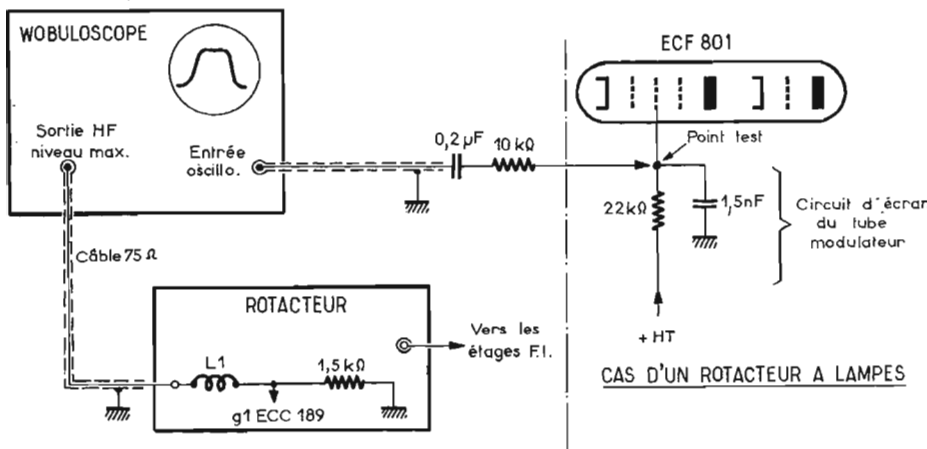

Fig. 34. — Montage préconisé pour contrôler la réponse des circuits du rotacteur.
c) Le réjecteur (LC) est ôté momentanément.
d) On branche un wobuloscope (entrée oscillographique) muni d'un générateur « marqueur » sur l'écran de la partie pentode du tube ECF801 (voir Fig. 34 : cas d'un système à tubes), ou sur la base du transistor mélangeur (Fig. 32 : point test).